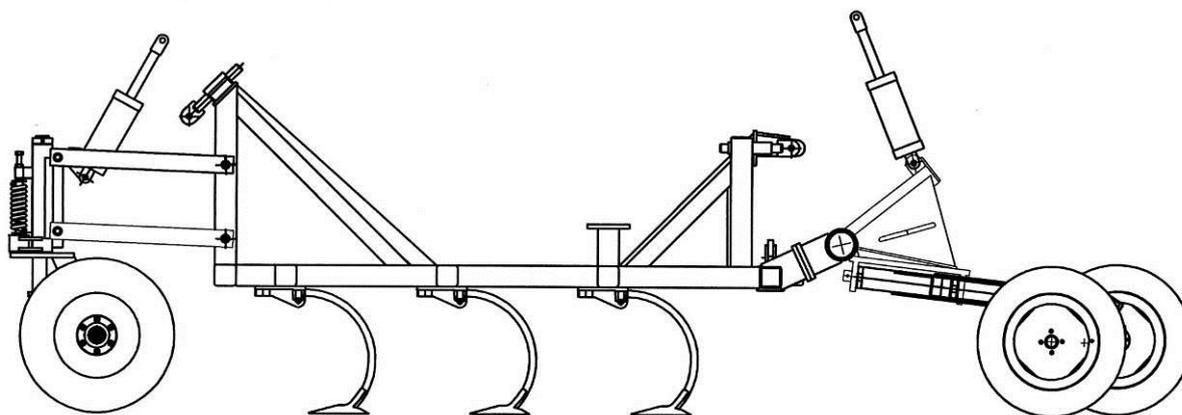

Рис. 6.4.7. Положение гидроцилиндров при стравливании воздуха
- 4) Отсоединить штоковые концы цилиндров и поднять их так, чтобы штоковые входы (выходы) были выше (рис.6.4.7).